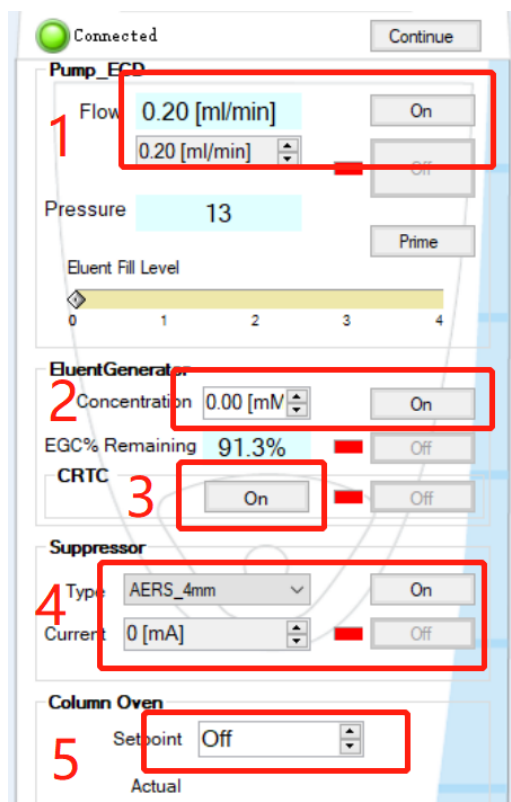

图 6-10
Step1. 如图 6-10，依次开流速、淋洗液发生器、CRTC、抑制器和柱温箱。